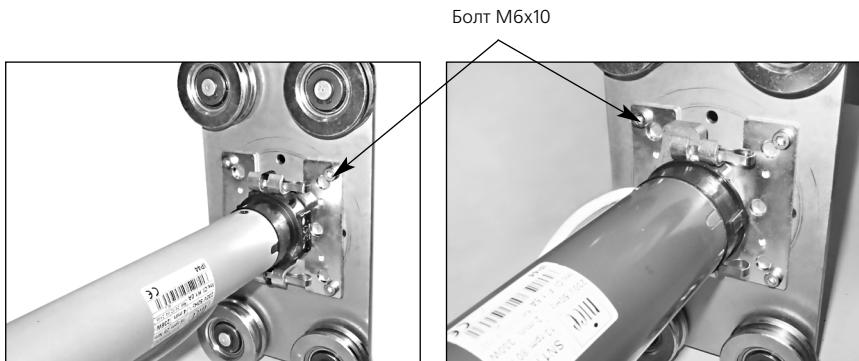

Рис.2.6 Установка двигателей "Nice" серий Neo M, Neo Star, Neo Mat и Sun с использованием крепления KM/M100.
- серии Neo M, Neo Star, Neo Mat и Sun устанавливаются на крепление KM/M100 (рис.2.6). Крепление монтируется на каретке при помощи четырех болтов M6x10 с шестигранной головкой с размером под ключ S10 или винтов с цилиндрической головкой с внутренним шестигранником S5.